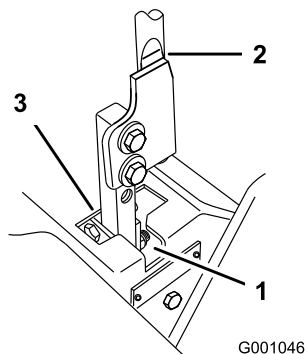

Figure 59
5. Placez le levier au point mort, sans le verrouiller (Figure 59).
6. Tirez-le ensuite en arrière jusqu'à ce que l'axe de chape (situé sur le bras au-dessous de l'axe de pivot) touche l'extrémité de la fente (c.-à-d. commence juste à appuyer sur le ressort) (Figure 59).
7. Vérifiez la position du levier par rapport au cran de la console (Figure 59). Il doit être centré de façon à pouvoir pivoter vers l'extérieur jusqu'à la position de verrouillage au point mort.